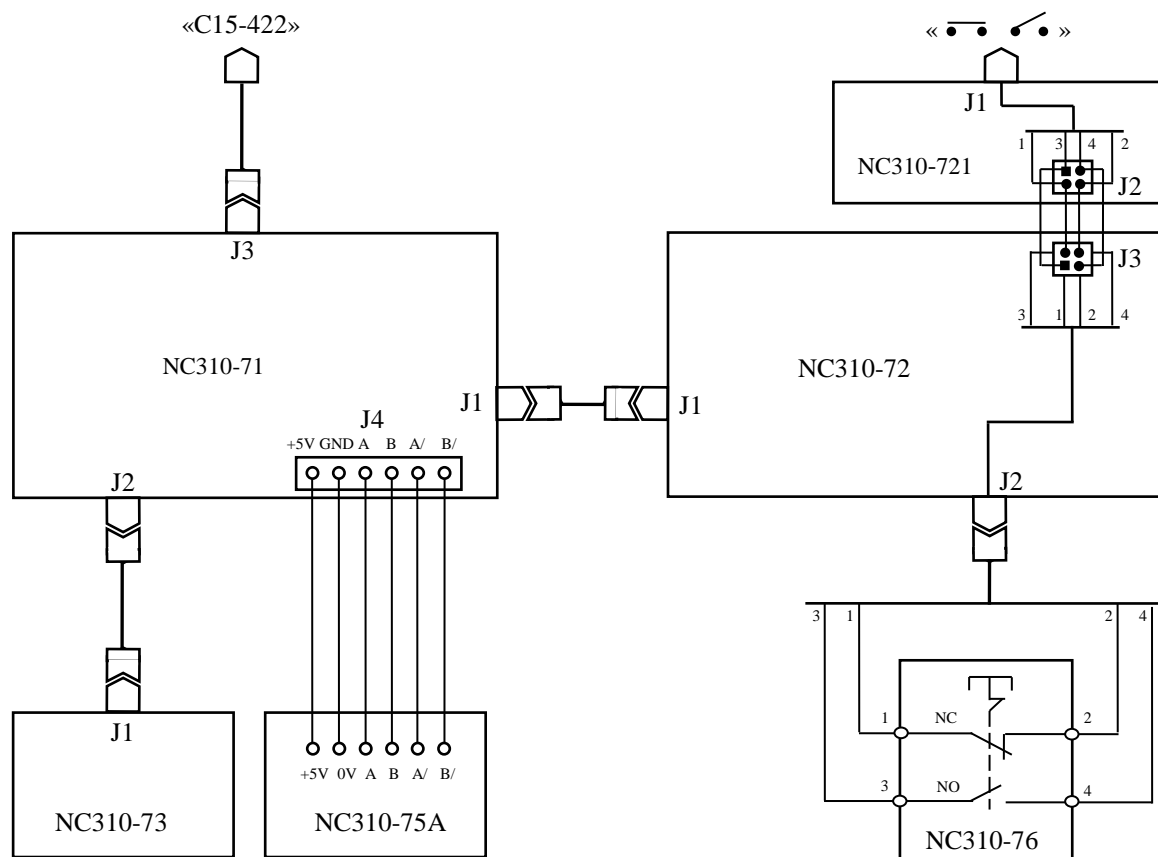

Рисунок 6.1 – Схема соединений СП NC310-7
6.2.4.1 Аварийный выключатель NC310-76 устанавливают непосредственно на лицевую панель СП NC310-77. Кнопка-грибок аварийного выключателя (красного цвета) через отверстие лицевой панели выводится на её наружную поверхность. Аварийный выключатель имеет одну пару НРК (**NO**) и одну пару НЗК (**NC**). Выводы НРК и НЗК проводами соединяются с розеткой на 4 контакта, которая подключается к разъёму **J2** на плате клавиатуры NC310-72 (см. рисунок 6.1). Через разъём **J3** сигналы передаются на плату разъёма аварийного выключателя NC310-721 и через разъём **J1** выводятся на заднюю стенку СП УЧПУ, где он имеет маркировку «**••••**».